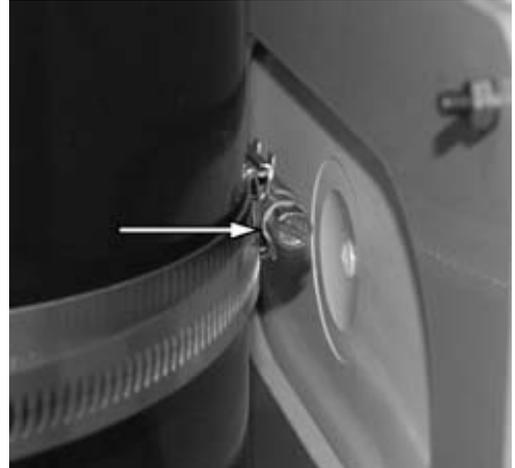

Figura 19.
18. Consulte la figura 19. Apriete la abrazadera de tornillo.